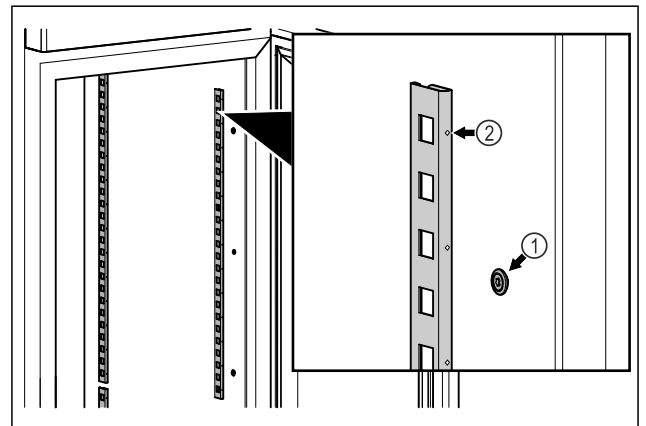

Fig. 81 Représentation à titre d'exemple
- ▶ Accrocher les bandes d'encliquetage dans la suspension Fig. 81 (1). Le repère Fig. 81 (2) doit pointer vers l'avant.